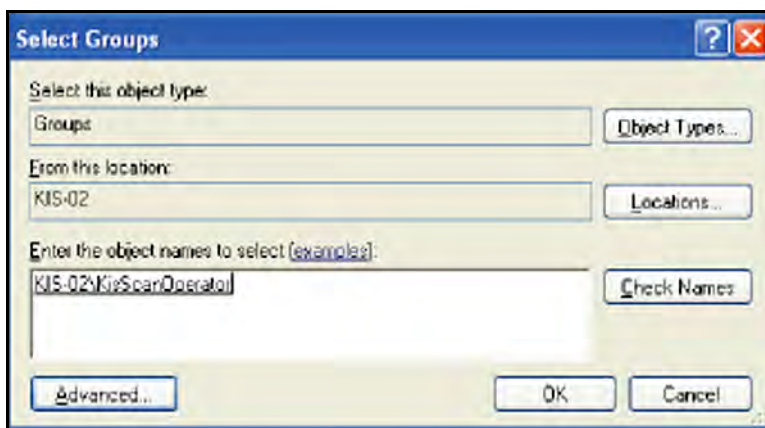

Рис. 122: Окно выбора групп с выделенной группой
11. Выделив соответствующую группу в окне *Select Groups (Выбор групп)* (см. Рис. 122 ниже), щелкните OK. Теперь пользователь включен в состав выделенной группы.